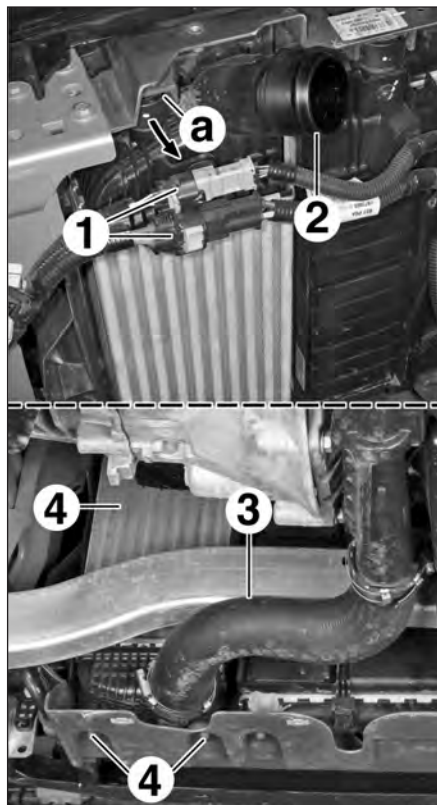

FIG.62
- Débrancher les connecteurs (1) du motoventilateur (Fig.62).
- Dégrafer les connecteurs (1) et les écarter.
- Retirer les durits d'air (2) et (3) de l'échangeur air/air.
- Déposer l'échangeur air/air de ses pions de centrage inférieurs (4).